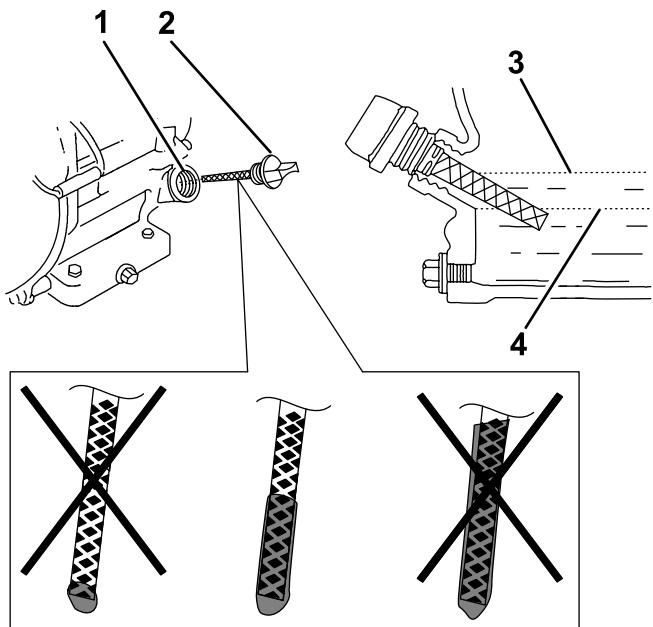

Figura 18
- Retire el tapón de llenado/varilla de aceite y limpie el extremo (Figura 18).
- Deslice la varilla a fondo en el orificio de llenado, sin enroscarlo (Figura 18).
- Retire la varilla e inspeccione el extremo. Si el nivel de aceite del motor es bajo, vierta lentamente en el orificio de llenado sólo la cantidad de aceite suficiente para que el nivel llegue a la marca Full (lleno) de la varilla (Figura 18).
- Instale la varilla y apriétela (Figura 18).